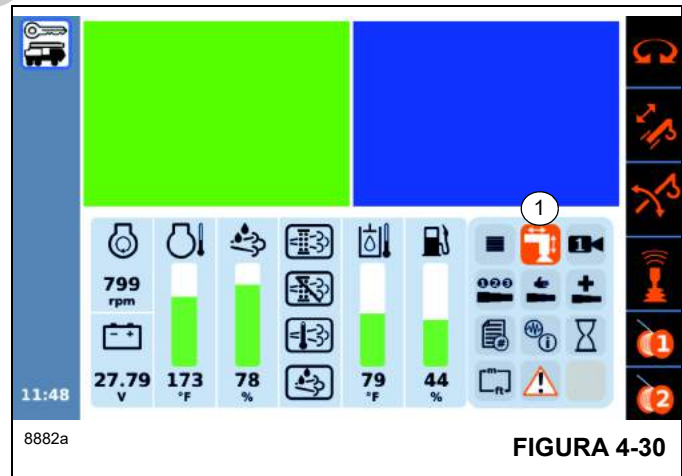
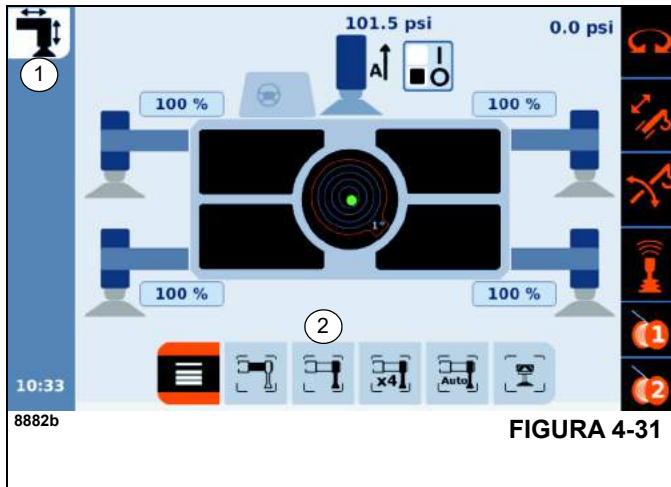
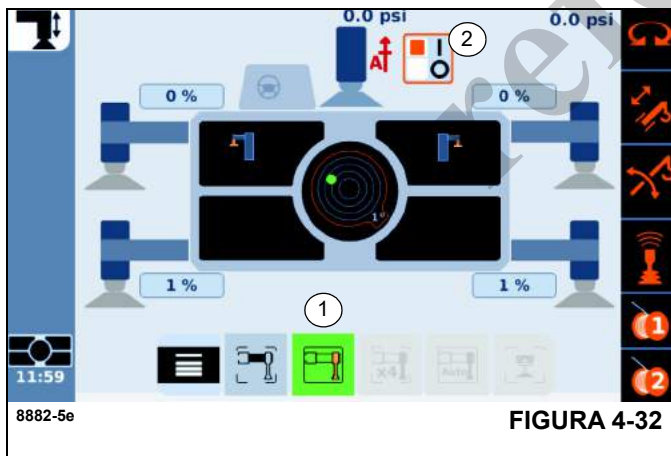
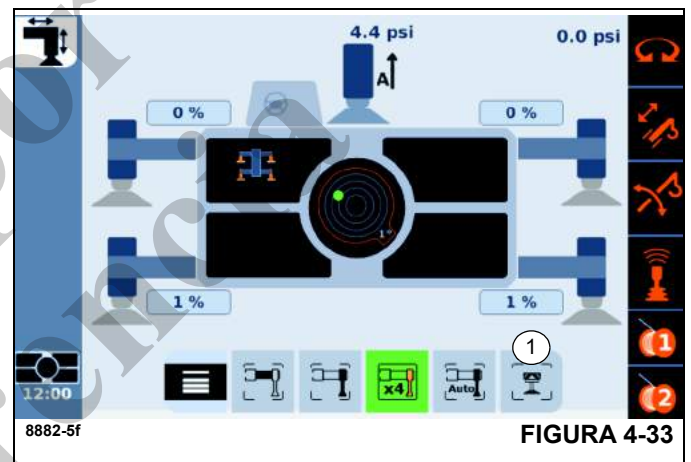

FIGURA 4-30
FIGURA 4-31
FIGURA 4-32
FIGURA 4-33
Para activar el modo de soporte desde el ODM de la cabina de la superestructura, seleccione el menú de estabilizador (1), (Figura 4-30), seleccione el gato del estabilizador (2), (Figura 4-31), y luego cambie el interruptor del modo de soporte, que aparece al lado del estabilizador frontal central (CFS), a la posición ON (activado) (2), (Figura 4-32). Para obtener información adicional sobre el menú de estabilizador, consulte *Menú de estabilizadores*, página 3-65.
2. Vaya al ODM, vista de inicio del CCS, menú principal. Desplácese hasta el icono del estabilizador (1), (Figura 4-30).
3. Abra la pantalla del estabilizador (1), (Figura 4-31), desplácese y seleccione la selección del gato del estabilizador (2), (Figura 4-31), desde los botones de radio en la parte inferior de la pantalla.
4. El interruptor de habilitación del modo de soporte (2), (Figura 4-32), aparecerá ahora junto al estabilizador delantero central (CFS) en la parte superior de la pantalla.
5. Extienda completamente todas las vigas del estabilizador hasta que el ODM indique 100 % (1), (Figura 4-31). Extienda completamente los cuatro gatos del estabilizador y nivele la grúa.
6. Presione el estabilizador delantero central (CFS) (1), (Figura 4-33), para elevar el CFS a su lugar. Coloque el soporte debajo del CFS.
- **Interruptor de habilitación del modo de soporte:** Coloque el interruptor de habilitación del modo de soporte (2), (Figura 4-32), en la posición ON (activado) (el color naranja indica la posición ON) y luego pulse el modo de soporte en el ODM (1), (Figura 4-33).
9. Retraiga los gatos principales del estabilizador delantero del suelo seleccionando el botón Retract (retraer) y los botones Jack Selector (selector de gatos) (1), (Figura 4-32), juntos para levantar los gatos principales del estabilizador delantero del suelo.
11. Extienda los gatos del estabilizador delantero principales para que el estabilizador delantero central (CFS) se descargue y se desprenda del suelo/soporte presionando el botón Extend (extender) y los botones de Jack Selector (selector de gatos) juntos (Figura 4-32).
13. Extienda el CFS hasta que deje de moverse presionando juntos el botón pulsador Extend (extender) y los botones del Center Front Stabilizer (estabilizador delantero central), (Figura 4-33).